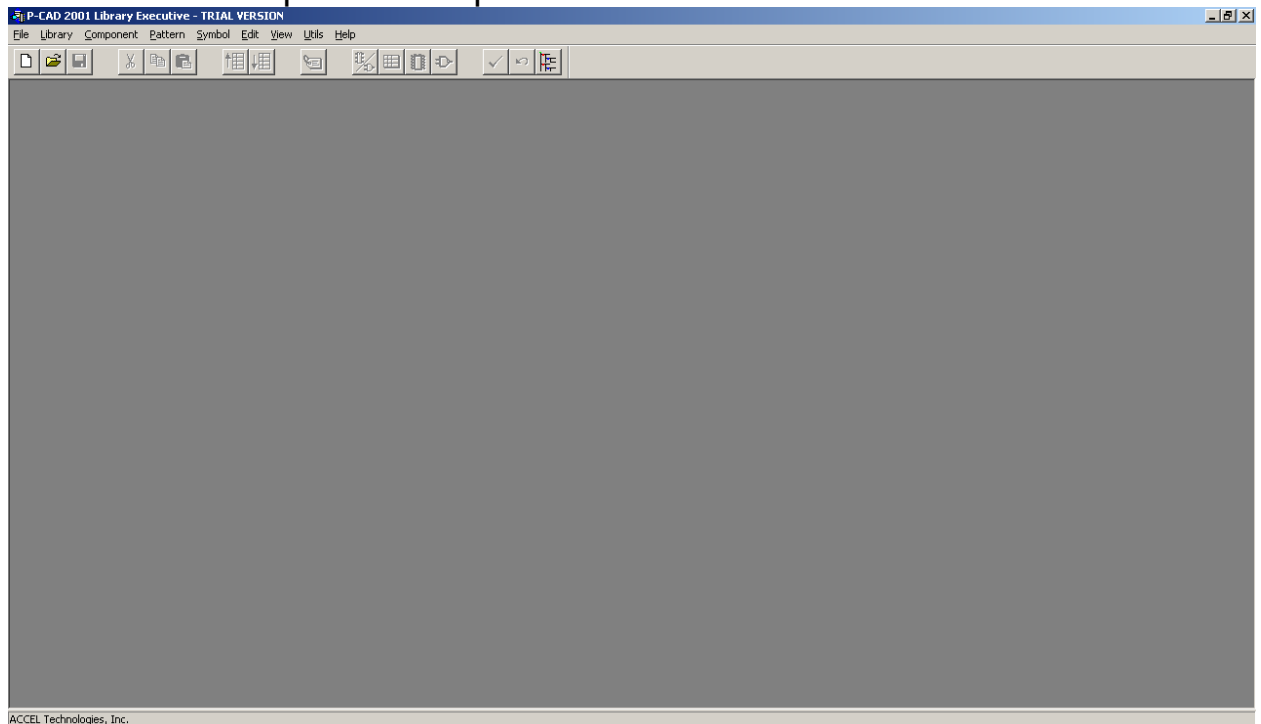

Рис. 1 Рабочее окно менеджера библиотек **Library Executive**
- 1.3 Ознакомьтесь с рабочим окном программы, которое изображено на рис. 1.